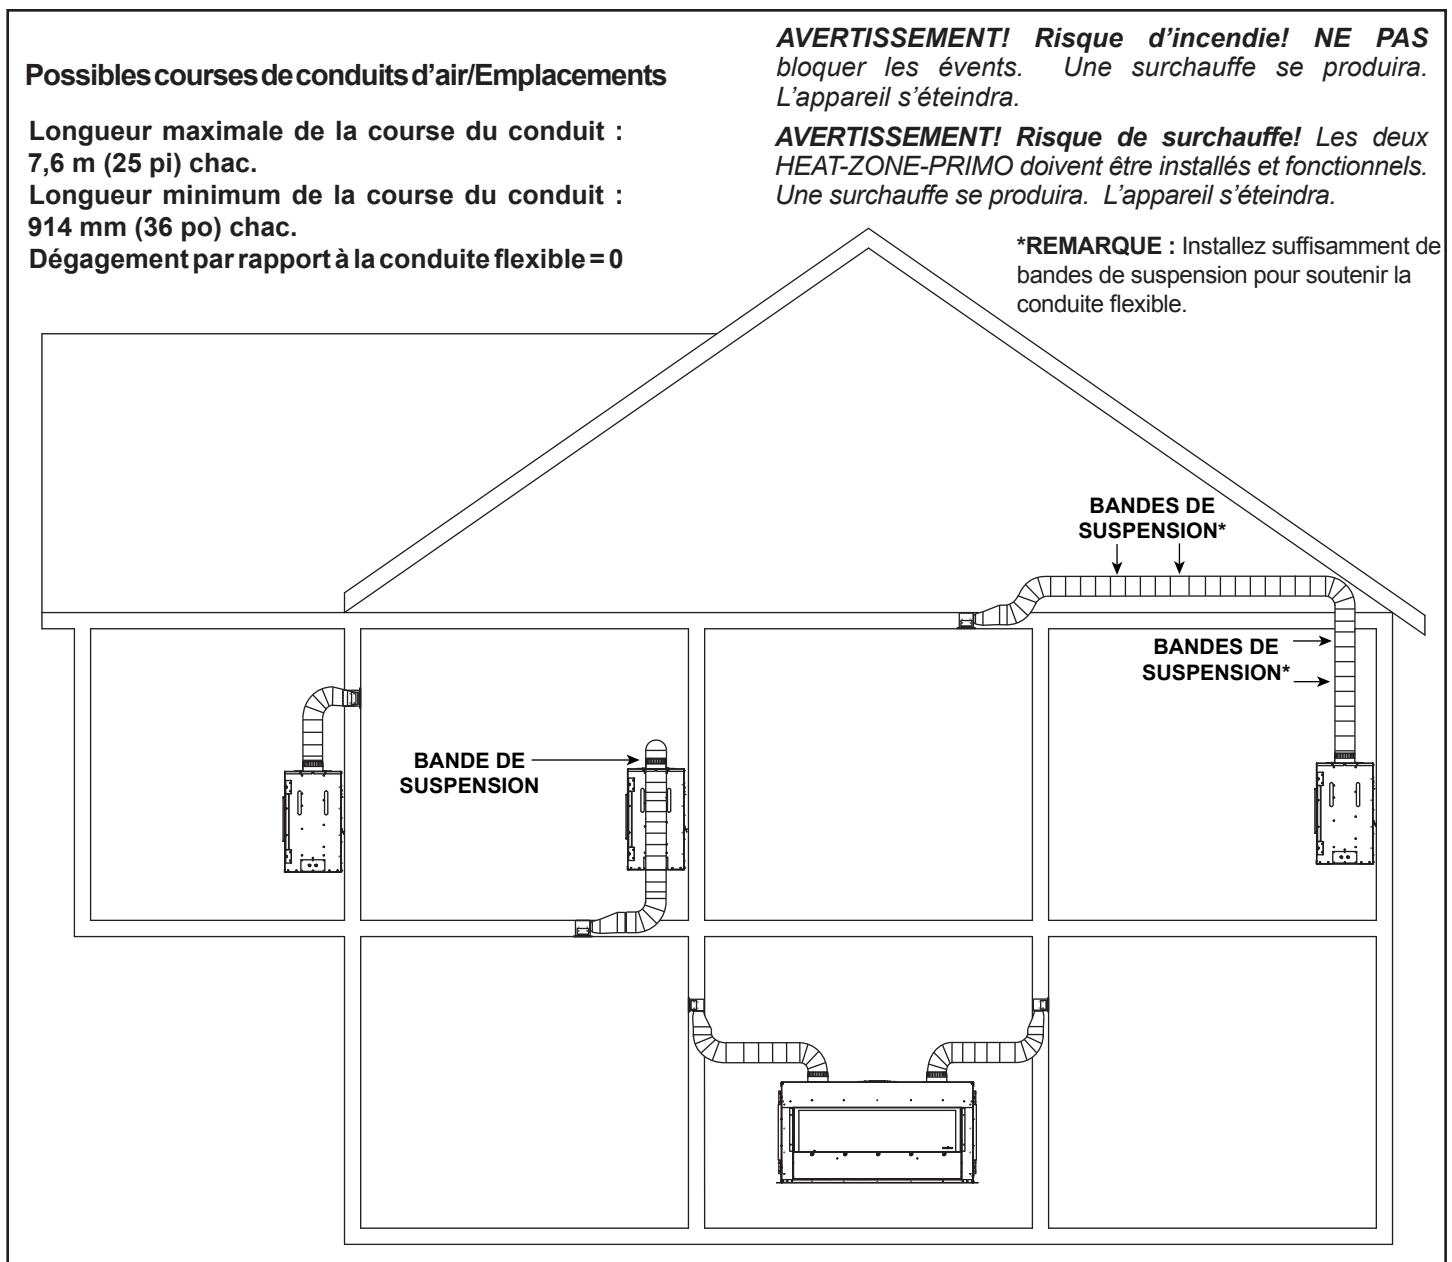

Figure 6.7 Emplacements du HEAT-ZONE-PRIMO
- Montez le boîtier du ventilateur à l'emplacement désiré. Voir les figures 6.7, 6.12 et 6.13.